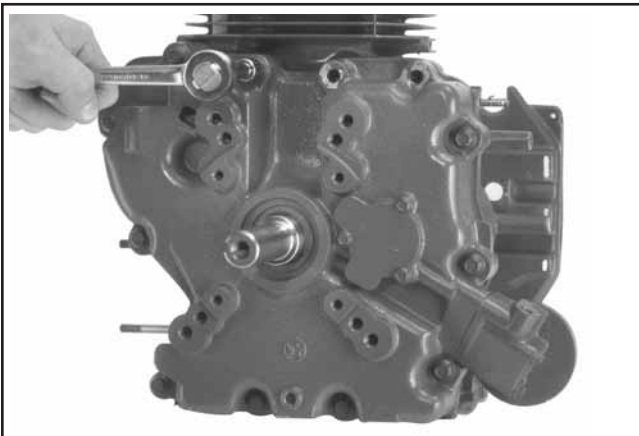

Abbildung 9-41. Lagerplatte entfernen.
1. Lösen Sie die 12 Sechskantflanschschrauben, mit denen die Lagerplatte am Kurbelgehäuse befestigt wird. Siehe Abbildung 9-41.